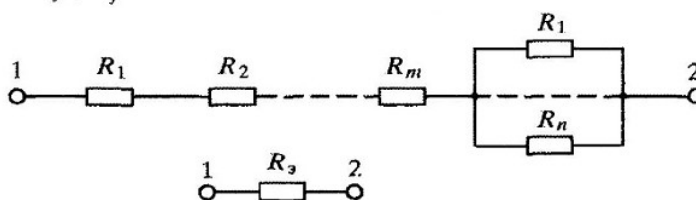

Рис. 3.1
3. Для участка цепи со смешанным соединением (рис. 3.1)